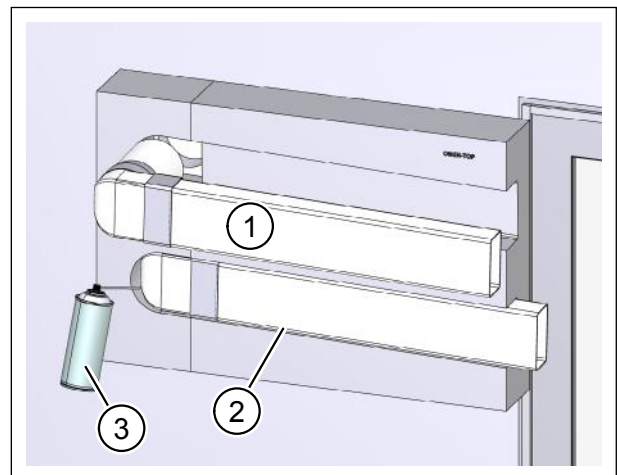

Abb. 33: Luftkanäle einsetzen und fixieren
- ▶ Schieben Sie die Luftkanäle (Pos. 1 in Abb. 33) bis zum Anschlag in das Montageset Fensterlaibung ein.
- ▶ Positionieren Sie die Flachkanäle so, dass diese auf der Unterseite (Pos. 2 in Abb. 33) des Montagesets Fensterlaibung aufliegen.
- ▶ Fixieren Sie die Flachkanäle im Montageset Fensterlaibung mit Montageschaum (Pos. 3 in Abb. 33).